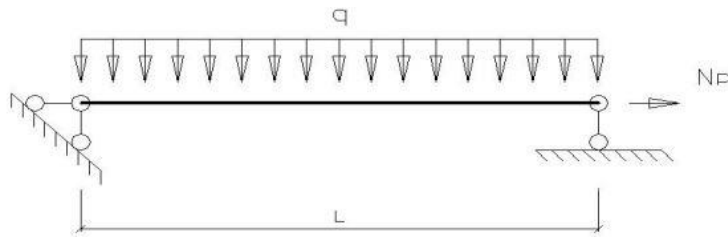

Рисунок 2. Расчетная схема балки
4.2 Проверить прочность брусчатого стержня пролетом  $L$ , сечением  $b \times h$  (круглого диаметром  $d$ ), без ослаблений. Брус изгибается в направлении большего размера сечения равномерной погонной нагрузкой  $q$ , (рисунок 2).